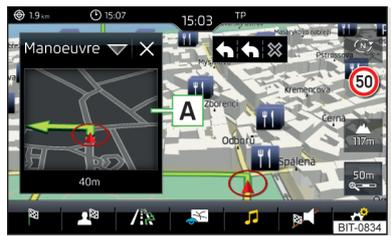

Fig. 156 Ventana adicional
El Infotainment ofrece la posibilidad de visualizar en la ventana adicional **Posición** » fig. 156 de la pág. 144 las siguientes informaciones sobre la posición actual geográfica del vehículo, así como la señal del satélite.
- ▶ Para **selección del contenido** de la ventana adicional » fig. 156, pulsar la superficie funcional y seleccionar uno de los siguientes menús dependiendo del contexto.